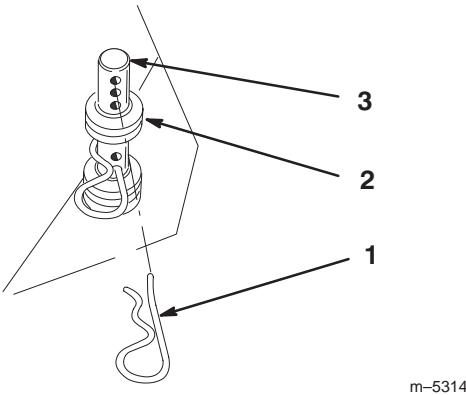

Figure 11
- De l'autre côté du silencieux, placez les goupilles fendues supplémentaires dans les montants de hauteur de coupe avant et arrière (Fig. 11).